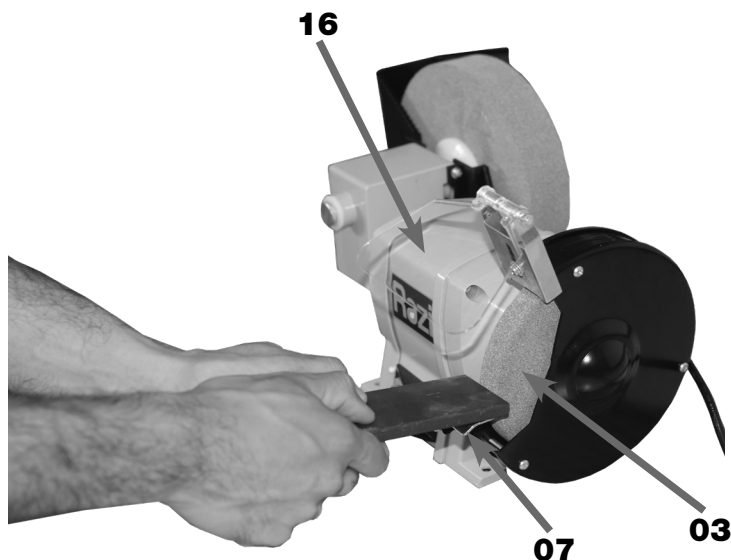

FIGURA 17 – Processo de Operação de Desbaste
4. POSICIONAR a Proteção Frontal (08) de modo que o operador enxergue a área de contato entre a peça e o Rebolo (03) através da Proteção (08) (figura 17);
6. APOIAR a peça a ser processada sobre a Base de Apoio (07) e empurrá-la contra o Rebolo (03) (figura 17);